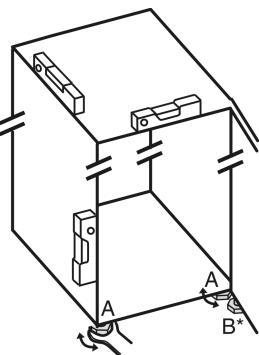

Fig. 5
- Відкручуйте ніжки Fig. 5 (A) наявним у комплекті гайковим ключем із відкритим зівом і за допомогою рівня, доки пристрій не стоятиме рівно на поверхні та його не буде вирівняно.
- Відкручуйте регульовану ніжку Fig. 5 (B) на опорному кронштейні наявним у комплекті гайковим ключем із відкритим зівом, доки вона не прилягатиме до підлоги.
- Поверніть регульовану ніжку Fig. 5 (B) ще на 90°.